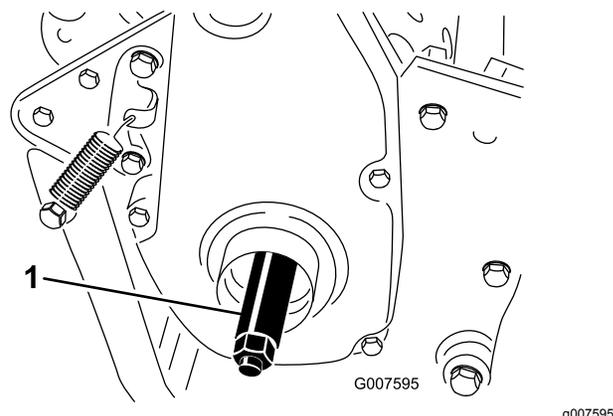

図 9
3. 機体右側にある駆動プーリのねじ穴に、右側ホイールシャフトを取り付ける 図 9。